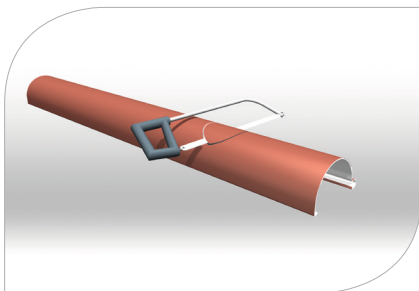

рис. 13
- 3.6 В месте, в котором будет смонтирована воронка, вырежьте круглое отверстие в дне желоба диаметром, равным диаметру водосточной трубы (**рис. 13, 14**)